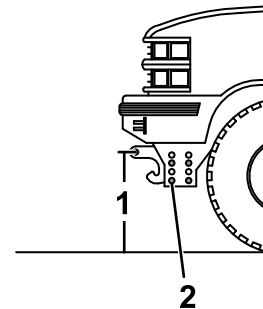

Figure 44
1. Mesurez la distance du sol aux trous de goupille à ressort d'accouplement sur la barre de poussée du soubassement (Figure 44). La distance obtenue doit être égale à la hauteur indiquée pour votre chasse-neige sous Spécifications \(page 15\).
2. Si hauteur de la barre de poussée n'est pas correcte, retirez les fixations qui retiennent la barre de poussée sur le soubassement (Figure 44).